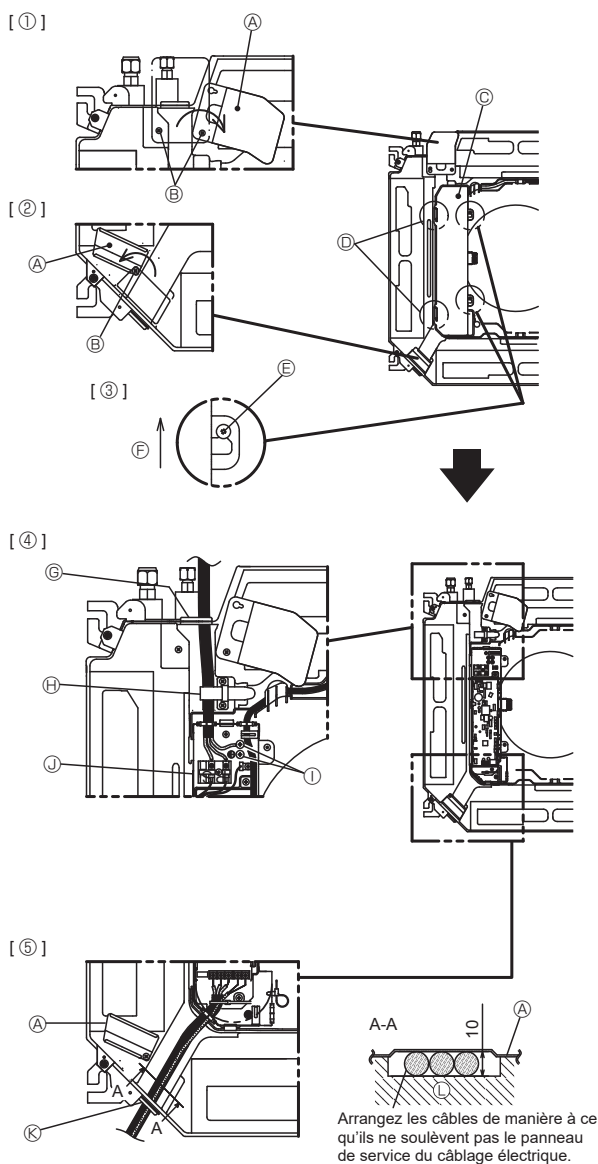

Fig. 5-1
5.1. Appareil intérieur (Fig. 5-1)
1. Desserrez les deux vis de fixation du panneau de service du câblage électrique et faites tourner le panneau. [Fig. 5-1 ①]
2. Desserrez la vis fixant le panneau de service du câblage électrique au niveau de l'entrée de câble (câble de télécommande et câble de raccordement intérieur-extérieur) puis tournez le panneau dans la position indiquée sur le diagramme. [Fig. 5-1 ②]
3. Desserrez les deux vis de fixation du couvercle du boîtier électrique et faites glisser le couvercle. [Fig. 5-1 ③]
4. Faites passer le câble d'alimentation et le câble de terre via les entrées de fils indiquées sur le diagramme et raccordez-les. [Fig. 5-1 ④]
5. Faites passer le câble de la télécommande et le câble de raccordement des appareils intérieur-extérieur via les entrées de fils indiquées sur le diagramme et raccordez-les. [Fig. 5-1 ⑤, Fig. 5-2, Fig. 5-3]